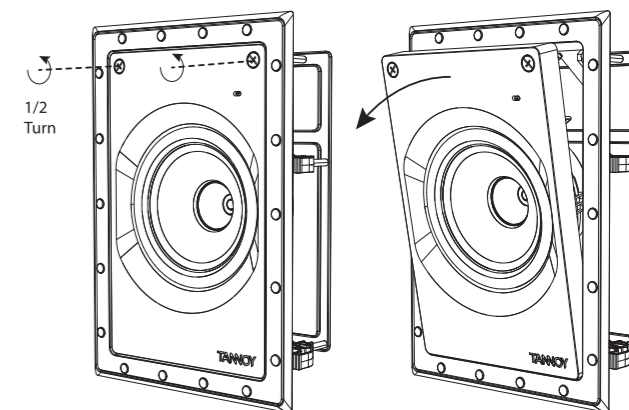

図 4. フレームからのスピーカーアセンブリの取り外し
1. スピーカーバッフルアセンブリはフレーム内に同梱されているため、次のように取り外す必要があります。2本のネジを半回転未満で外してから、アセンブリをフレームから傾けます (図 4)。設置の準備ができるまで、安全な乾燥した場所に保管してください。